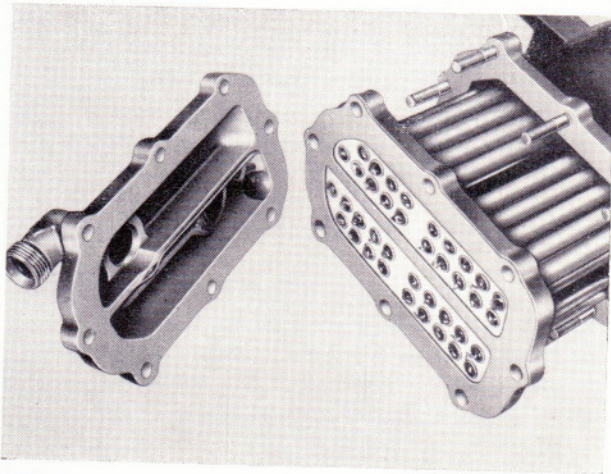

Bild 133
- Röhrenbündelboden vom Gehäuse abdrücken und Röhrenbündel (mit Flachformfedern) aus dem Gehäuse herausziehen (Bild 133).